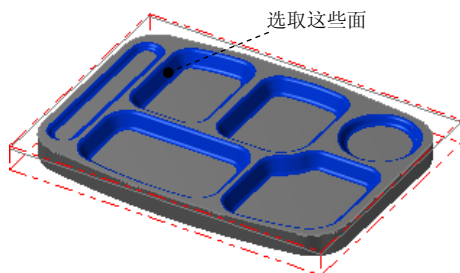
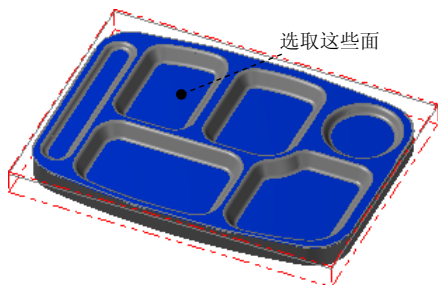

图 1.21 选取加工面
图 1.22 选取干涉面
Step2. 设置加工区域。在图形区中选取图 1.21 所示的面（共 116 个），按 Enter 键，系统弹出“刀具路径的曲面选取”对话框。然后单击干涉面区域中的按钮，选取图 1.22 所示的面（共 7 个）为干涉面，然后按 Enter 键。单击按钮，完成加工区域的设置，同时系统弹出“曲面精加工等高外形”对话框。